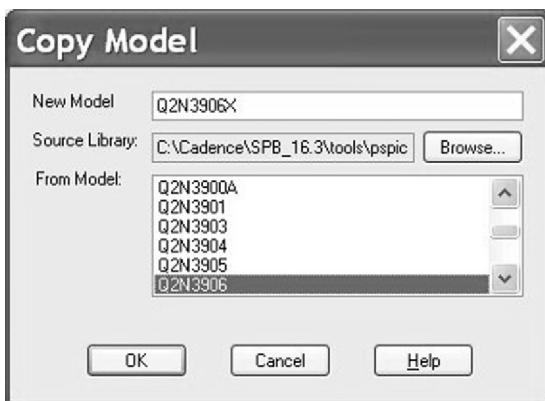

图 16.26 复制 PSpice 模型
2. 选择菜单 **Model > Copy From**, 将会出现如图 16.26 所示的 Copy Model 模型复制窗口, 在 New Model 新模型对话框中输入 Q2N3906X 作为新模型的名称, 然后从库元器件列表中选择 Q2N3906 并单击 OK 按钮进行确定。